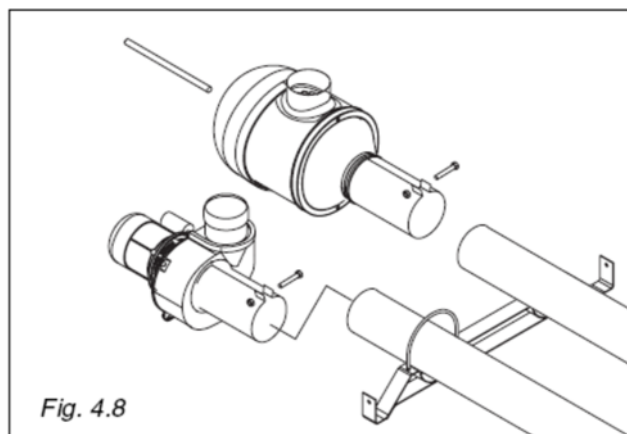

Fig. 4.8
- 5) **Pro všechny modely:** připevněte hořák ventilátor pomocí šroubů viz. Fig 4.8.